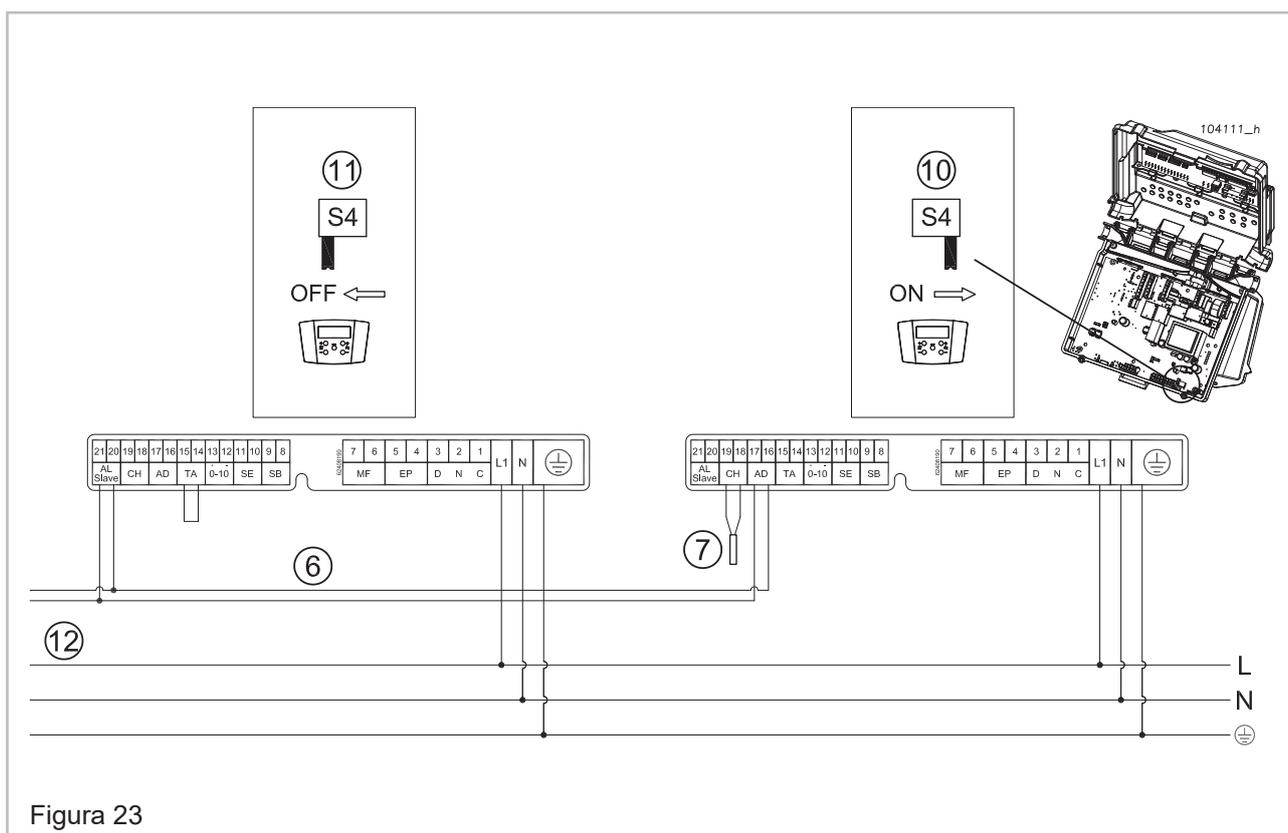

Figura 23
2. - Eseguire l'installazione elettrica (Figura 23);